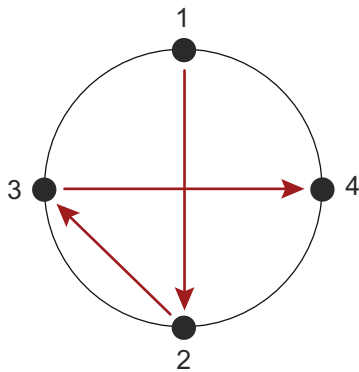

Imagen 1
4. Utilizando el relleno adecuado, soldar por puntos la placa de soldadura al depósito en las posiciones 1 y 2 desde el interior del depósito como se muestra (Imagen 1). Asegúrese de que la placa de soldadura está nivelada; ajústela si es necesario y, a continuación, suéldela por puntos en las posiciones 3 y 4. Asegúrese de enfriar el área de soldadura con aire comprimido entre cada punto y el siguiente.